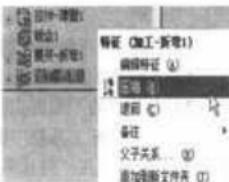

图 8-42 选择“压缩”命令
- (1) 单击钣金工具栏中的 (展开) 工具，展开具有加工折弯特征的零件，或鼠标右键单击特征管理器设计树中的“加工 - 折弯”，然后在快捷菜单中选择“压缩”命令，压缩加工折弯，如图 8-42 所示。
- (2) 单击 (展开) 工具，或鼠标右键单击特征管理器设计树中的“加工 - 折弯”，然后在快捷菜单中选择“解除压缩”命令，将零件恢复到折叠的状态。